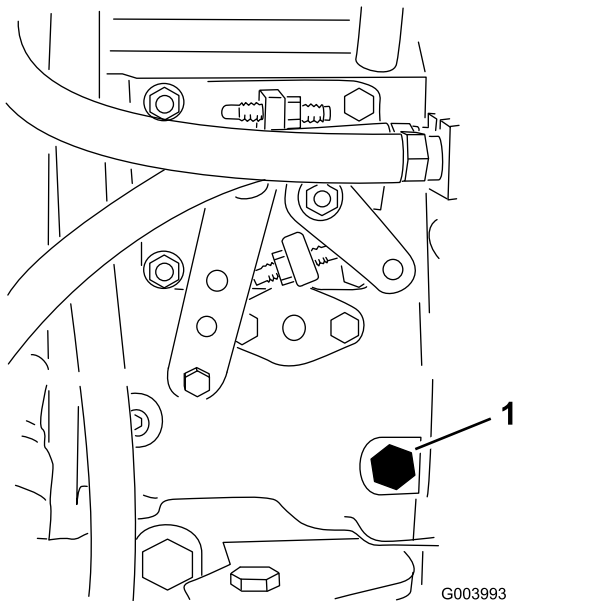

图35
3. 用 12mm 扳手打开燃油喷射泵 图35 上的排气螺丝。